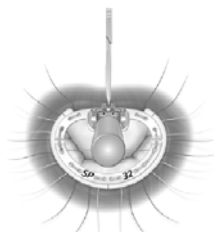

図 5-1: 僧帽弁位
- 2) メスを用いて 1 本のハンドルフランジ固定糸を切断し(図 5-1～5-2)、ハンドルフランジとハンドルを取り外す。ハンドルフランジは廃棄する。
- 3) メスを用いて 1 本のハンドルフランジ固定糸を切断し(図 5-1～5-2)、ハンドルフランジとハンドルを取り外し、ハンドルフランジを廃棄する。